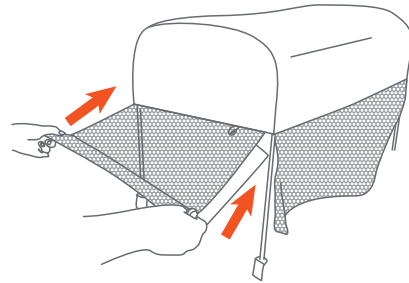

Fig. 8c
- **To store away the mosquito net:** Roll up the mosquito net (Fig. 8c) and use the fastener and elastic loop to store away the net.
- **Para guardar la mosquitera:** Enrolle la mosquitera (Fig. 8c) y utilice el cierre y el lazo elástico para guardarla.